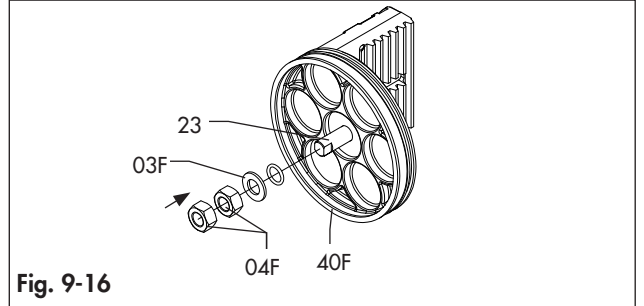

Fig. 9-16
- apriete los tornillos tope (221G/222G/24) en las tapas (30R/30E) según aparece en la fig. 9-16.